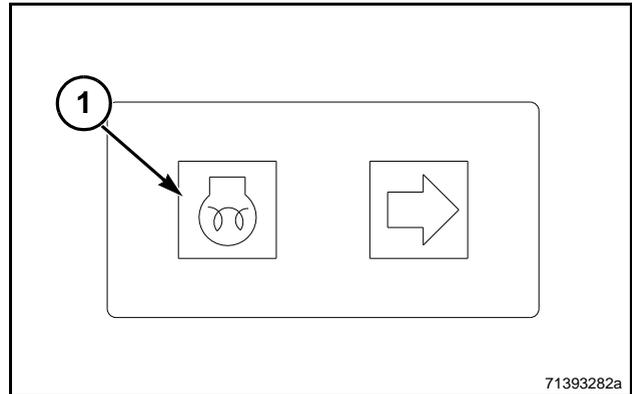

FIG. 5
FIG. 5: Con la llave de ignición en la posición ON (encendido), aguarde que los señales luminosos "Esperar para arrancar" (Luz ubicadas en la columna de dirección). Esta luz "Esperar para arrancar" (1) indica que los calentadores (reja de precalentamiento) si enciendan automáticamente. Esta luz "Esperar para arrancar" puede estar encendida por unos segundos en condiciones de frío moderado. En climas de frío extremo, la luz podrá estar encendida por hasta 20 segundos (en el máximo)